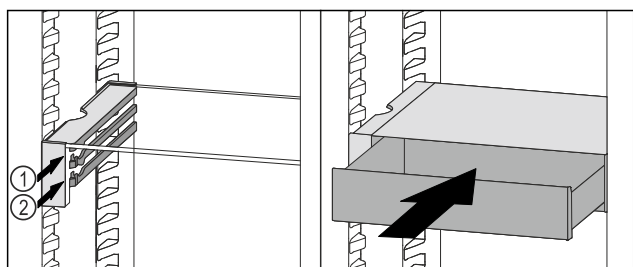

Fig. 171
- Vendosni sirtarin VarioSafe prapa ndaluesve në brinjën që dëshironi Fig. 171 (1) ose Fig. 171 (2).